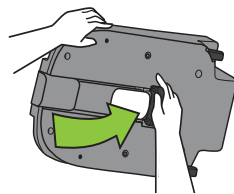

Figure 54
- Retournez la base et faites pivoter le piètement de charge dans l'espace de rangement situé au bas de la base. Appuyez sur le piètement de charge et verrouillez-le en place, comme indiqué dans la **Figure 54** :